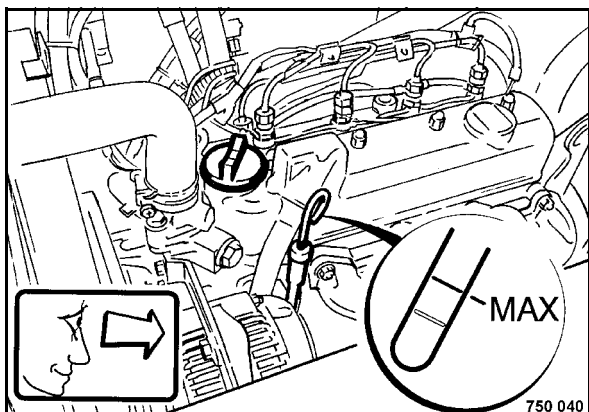

Рис. 97
- После непродолжительного пробного пуска еще раз проверить герметичность и уровень масла (Рис. 97); при необходимости, долить масло до верхней метки ("MAX").